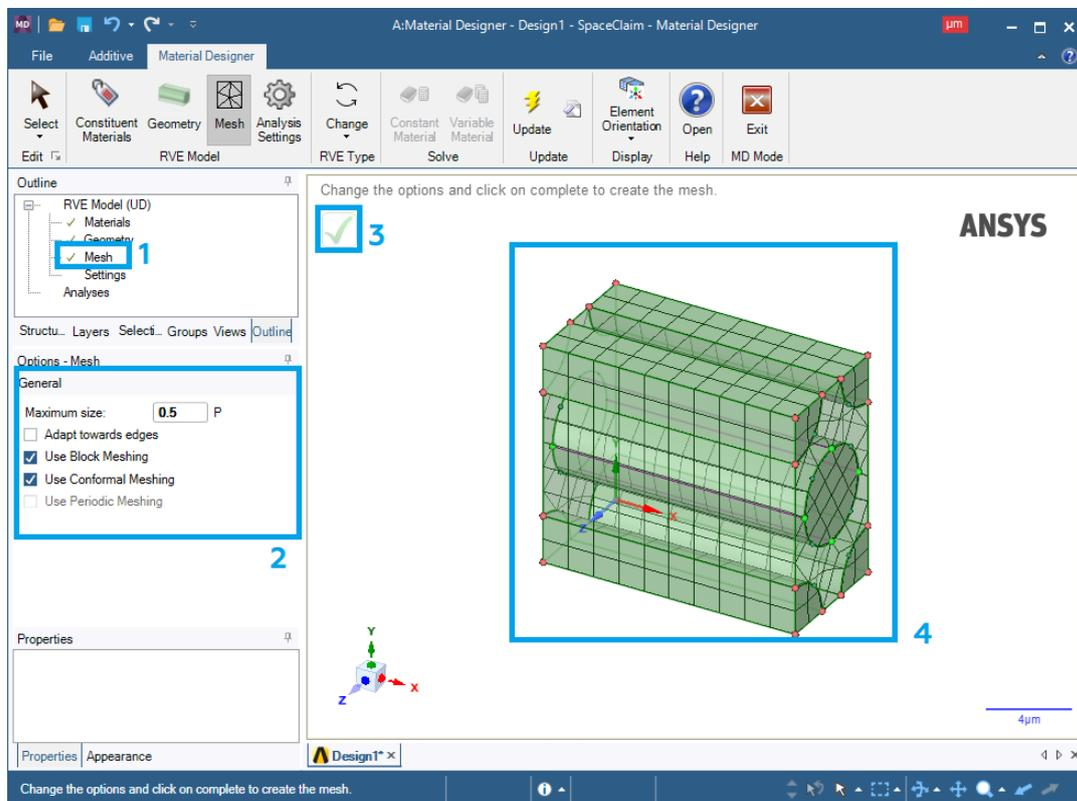

Рис. 7. Создание сетки объемного элемента
7. Сгенерируем сеточную модель объемного элемента (рис. 7). Нажимаем ЛКМ на **Mesh** (1) и задаем максимальный размер сеточного объемного элемента (2). Нажимаем на галочку (3) и видим на экране сгенерированную сетку (4) объемного элемента.